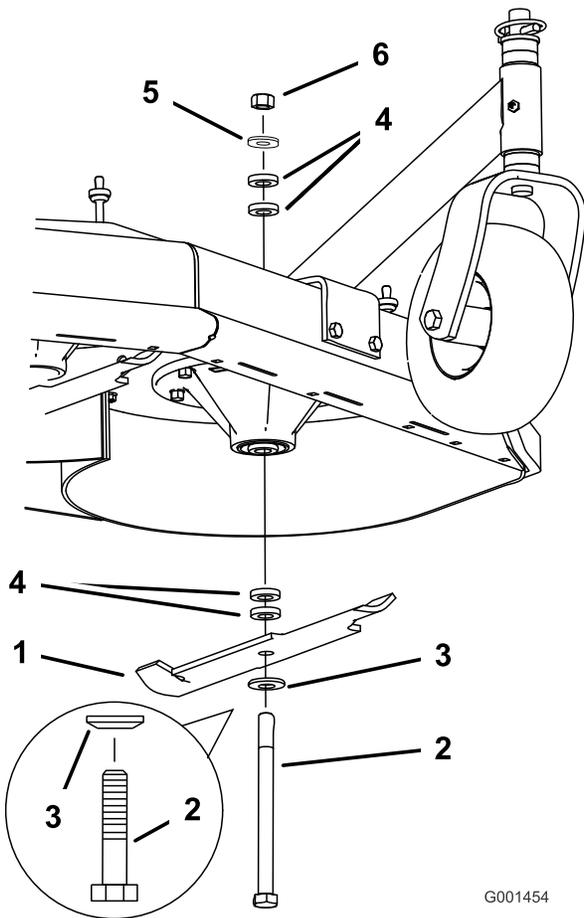

Figure 3
3. Bloquez le boulon de la lame et retirez l'écrou (Figure 3).
4. Retirez le boulon de la lame du pivot et changez les entretoises selon les besoins (Figure 3).
5. Posez le boulon de la lame, la rondelle bombée et les entretoises supplémentaires, et fixez-les avec une rondelle mince et un écrou (Figure 3).